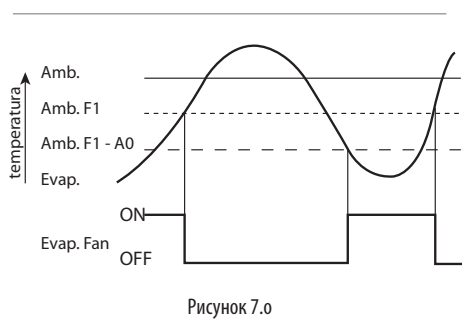

Рисунок 7.0
- При остановке вентиляторы могут быть запущены снова при разности между двумя датчиками, равной F1+A0, где A0 является дифференциалом “контроллера вентилятора” (см. Рисунок 7.0).